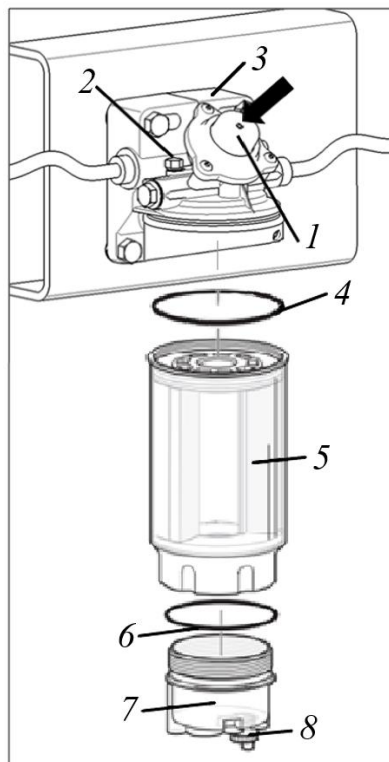

Рисунок 5.50. Процедура замены фильтра грубой очистки топлива
- ▶ Открыть резьбовую пробку 8, одновременно ослабить резьбовую пробку для удаления воздуха 2 (рис. 5.50).